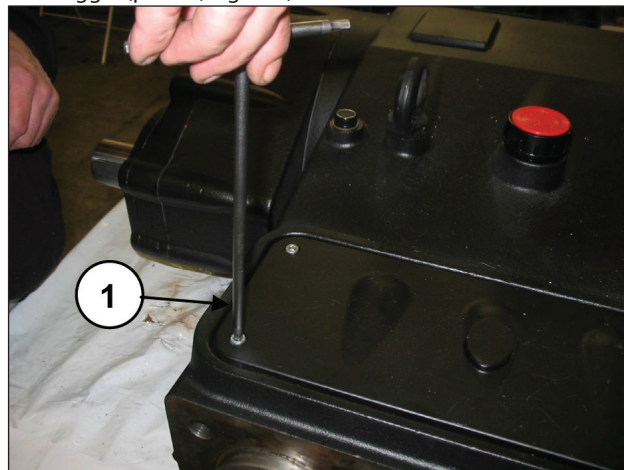

Fig. 157
Rimuovere il coperchio di ispezione superiore svitando le 4 viti di fissaggio (pos. ①, Fig. 157).